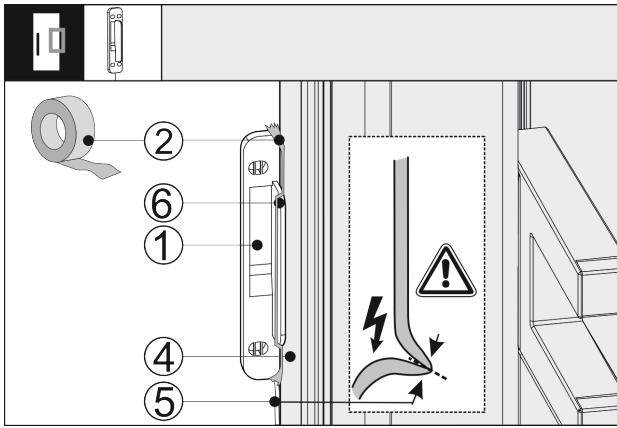

Fig. 42
- ▶ Помістіть датчик постукування Fig. 42 (1) збоку дверей Fig. 42 (4) так, щоб упор Fig. 42 (6) прилягав до дверей пристрою Fig. 42 (4). Кабель датчика Fig. 42 (5) трохи натягнутий і прилягає до дверей пристрою Fig. 42 (4).
- ▶ Зафіксуйте датчик постукування Fig. 42 (1) клейкою стрічкою Fig. 42 (2). Пізніше датчик постукування буде прикручено до фасаду.